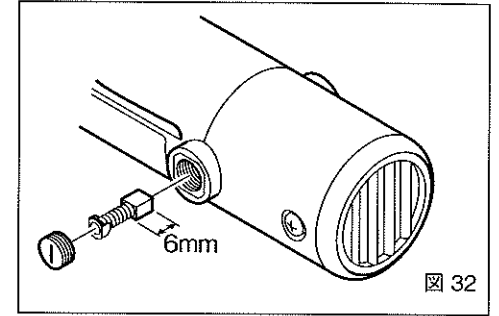

図 32
- ① ブラシキャップを⊖ドライバーではずしてください。(図 32)
- ② 摩耗したカーボンブラシを取り出し、新品と交換して、ブラシキャップを取り付けてください。